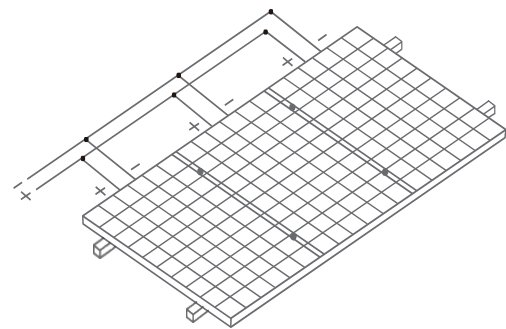

Figure 21 Branchement en parallèle
- Lorsque vous êtes branché en parallèle, le courant de sortie de l'ensemble complet de modules est égal à la somme du courant de chaque module de la branche ou de la chaîne (le mode de branchement en parallèle est illustré sur la Figure 21). Chaque chaîne de modules doit être équipée d'un fusible. Formule de référence pour le nombre maximum de modules en branchement parallèle : courant de protection maximal / (1,25 * courant de court-circuit). Veuillez vous référer aux spécifications nationales ou régionales ou locales pour plus de détails.